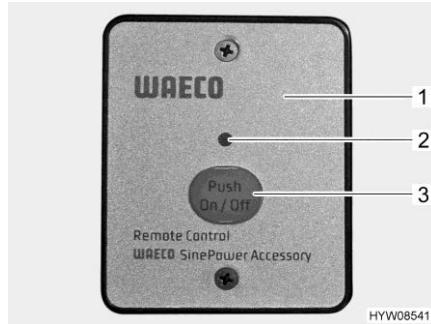

Fig. 94 Interruttore esterno (inverter)
L'interruttore esterno (Fig. 94,1) è installato sopra la porta di ingresso.
- Premere il tasto "On/Off" (Fig. 94,3). Il LED (Fig. 94,2) si accende.
- Premere il tasto "On/Off" (Fig. 94,3). Il LED (Fig. 94,2) si spegne.